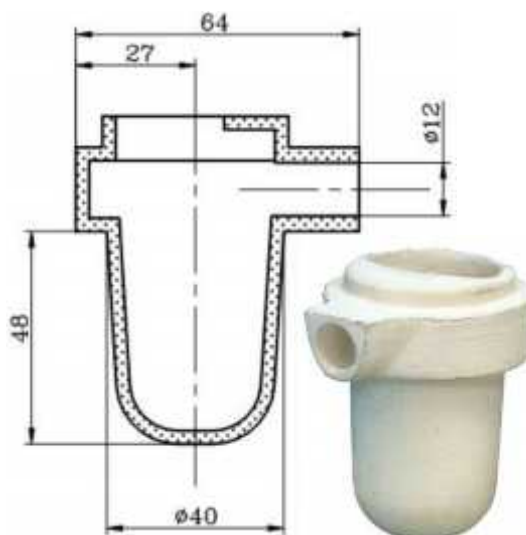

Рис.4
- блок (А) – электронный с сетевым выключателем (4), разъемом и розеткой (7, 8) подключения вакуумного насоса ВН и автономного модуля охлаждения АМО;
- блок (С) – с панелью управления (3), штуцерами системы охлаждения (12, 13);
- блок (D) – рабочая камера с индуктором, плитой для установки тиглей (14) и узлом установки опок (16).
4.2.2 Геометрия индуктора оптимизирована для работы с тиглями АВЕ 1.0 ТИГЕЛЬ (рис. 4).